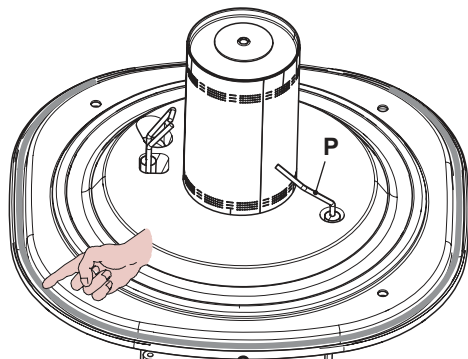
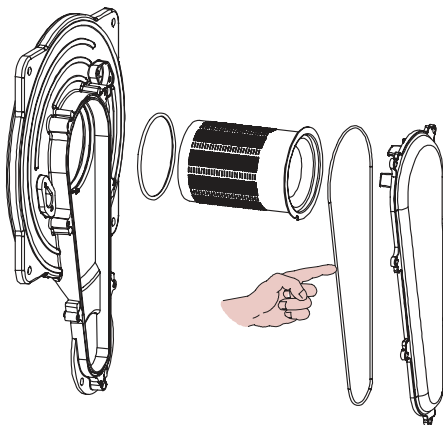

Figura 9.13
Figura 9.14
- La junta de silicona de la pared frontal de la cámara de combustión (Figura 9.13) y la junta de la tapa del conducto de aire/gas (Figura 9.14) deben cambiarse si están deterioradas, y en cualquier caso obligatoriamente cada 2 años.
- El electrodo de detección P en la Figura 9.13 funciona también como sensor para la descarga correcta del condensado. Si este electrodo entra en contacto con agua de condensación contenida en la cámara de